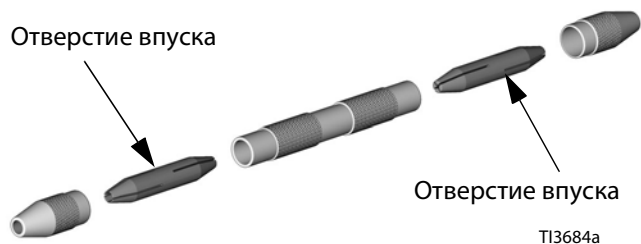

Рис. 14. Прутковые тиски
- 117661, прутковые тиски; два двусторонних зажима, см. Рис. 14